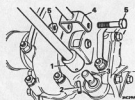

Abb. F.30
3. Stift abtreiben, der die Gangschaltstange an der Schaltwelle sichert, siehe Abb. F.30.
4. Mutter und Schraube abnehmen, welche die Führungsgestängengabel am Achsantriebsgehäuse sichern; siehe Abb. F.30.